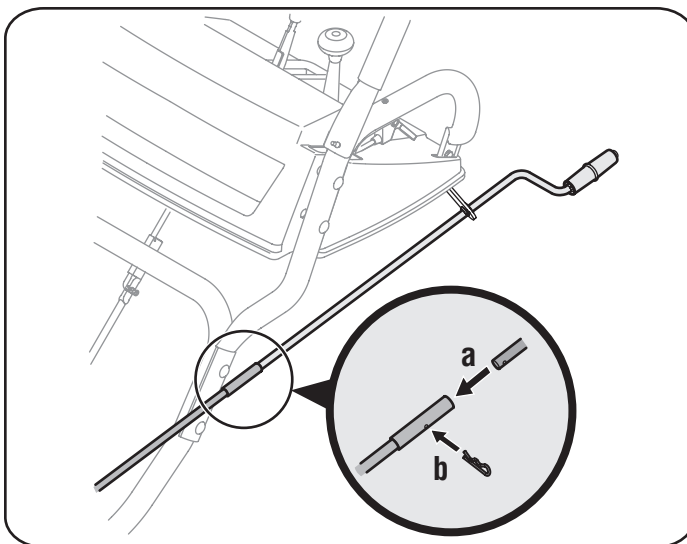

Figura 3
4. a. Retire el pasador de chaveta interno de la manivela del canal superior. Deslice la manivela del canal superior en el manguito de la manivela del canal inferior. Vea la Figura 3.
- a. Alinee el orificio en la manivela del canal superior con el orificio del manguito (si es necesario, use un par de pinzas para ayudar a alinear los orificios). Inserte el pasador de chaveta interno a través de los orificios para sujetar la manivela del canal. Vea la Figura 3.